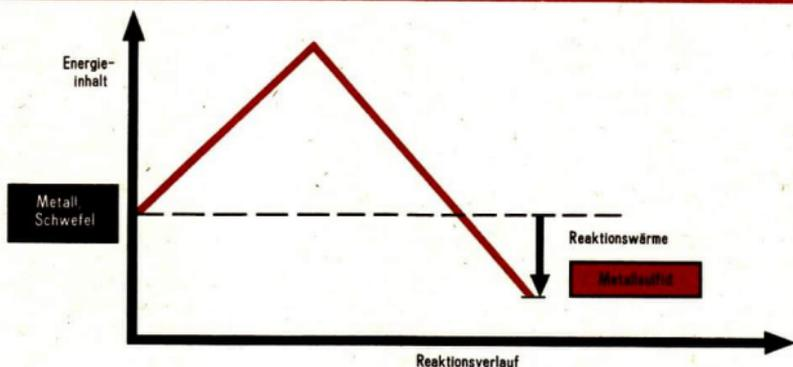

Abb. 32 Abhängigkeit des Energieinhalts des Systems vom zeitlichen Reaktionsverlauf bei der exothermen Sulfidbildung aus den Elementen
Schwefel reagiert mit vielen Metallen zu **Sulfiden** (Experiment 24). Diese Sulfide bestehen aus Metall-Ionen und Sulfid-Ionen. Sie sind feste, kristallisierte Verbindungen. ② Die Bildung von Sulfiden ist meist eine exotherme Reaktion (Abb. 32).
- $\begin{matrix} \pm 0 & \pm 0 & & +2 & -2 \\ \text{Fe} + \text{S} & \longrightarrow & \text{Fe} & \text{S} & \end{matrix}$ ④ ⑤ ⑥ ⑦ ⑧
- ① Entwickeln Sie die chemischen Gleichungen für die Reaktionen des Schwefels mit a) Eisen, b) Wasserstoff, c) Sauerstoff!
- ② Schätzen Sie in Kaliumsulfid die Bindungsverhältnisse ab!
- ③ Erklären Sie an Hand des Diagramms (Abb. 32) das Wesen einer exothermen Reaktion! Erläutern Sie dabei die Begriffe Aktivierungsenergie und Reaktionswärme!
- ④ Bestimmen Sie die Oxydationszahl des Schwefels in Eisen(II)-sulfid, Kupfer(I)-sulfid, Blei(II)-sulfid!
- ⑤ Erklären Sie die Bildung von Blei(II)-sulfid aus den Elementen als Redoxreaktion!
- ⑥ Vergleichen Sie an Beispielen die Reaktionen zur Bildung von Metallsulfiden, Metalloxiden und Metallchloriden durch Synthese aus den Elementen unter dem Gesichtspunkt der Änderung der Oxydationszahlen!
- ⑦ Berechnen Sie das Masseverhältnis, in dem Eisen und Schwefel vorliegen muß, wenn vollständige chemische Reaktion erreicht werden soll!
- ⑧ Ermitteln Sie den funktionalen Zusammenhang zwischen den Massen des Eisens und des Schwefels bei der Bildung von Eisen(II)-sulfid! Stellen Sie die entsprechende Funktion in einem Koordinatensystem grafisch dar!